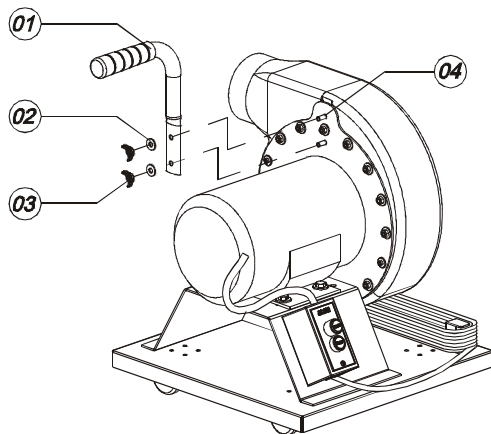

Fig. 01
1 – Fixação do Braço do Exaustor (01) Fig. 01.